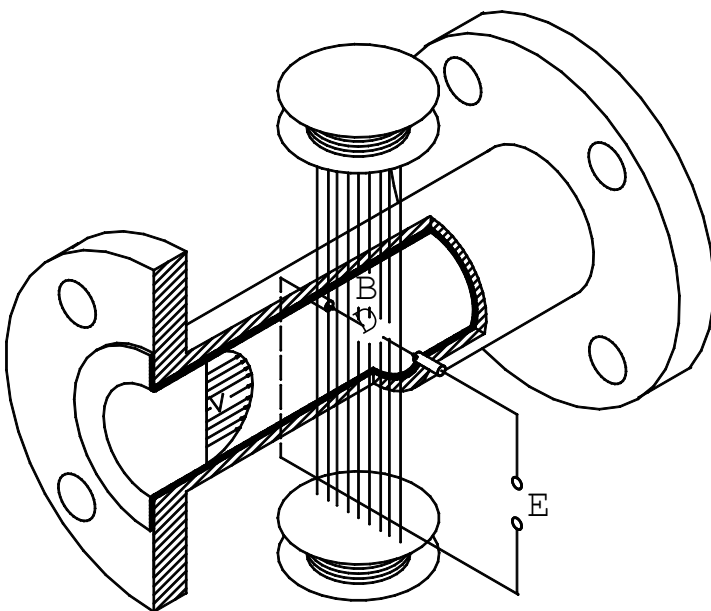

Рисунок 4.1
4.1.1 Принцип действия расходомера основан на явлении электромагнитной индукции (см. рис.4.1).
4.2.3 ППР представляет собой отрезок трубопровода из немагнитного материала (см. рис. 4.1), внутренняя поверхность которого футерована диэлектриком (фторопластом). В диаметрально противоположных стенках трубопровода установлены два электрода, контактирующие с измеряемой средой и предназначенные для съема ЭДС индукции (**E**). Благодаря такой конструкции ППР расходомера вносит минимальное гидравлическое сопротивление в поток жидкости. Магнитная система ППР состоит из двух согласно включенных катушек возбуждения и магнитопровода. ЭДС индукции усиливается в блоке аналоговой обработки ППМ, преобразуется в цифровую форму и поступает затем в блок цифровой обработки сигнала. Блок аналоговой обработки сигнала также формирует ток, поступающий на катушки возбуждения магнитной системы ППР.